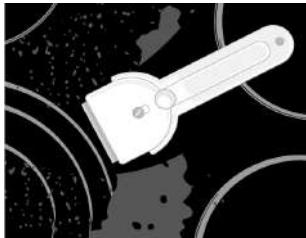
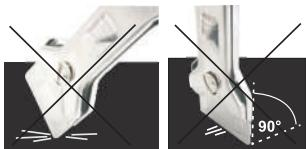

рис. 4
рис. 5
■ **Сахар и сладкие блюда** могут сильно повредить стеклокерамическую поверхность (рис. 5), поэтому во избежание повреждения поверхности немедленно удаляйте их с помощью скребка, даже если варочная поверхность еще не остывла (рис. 4).